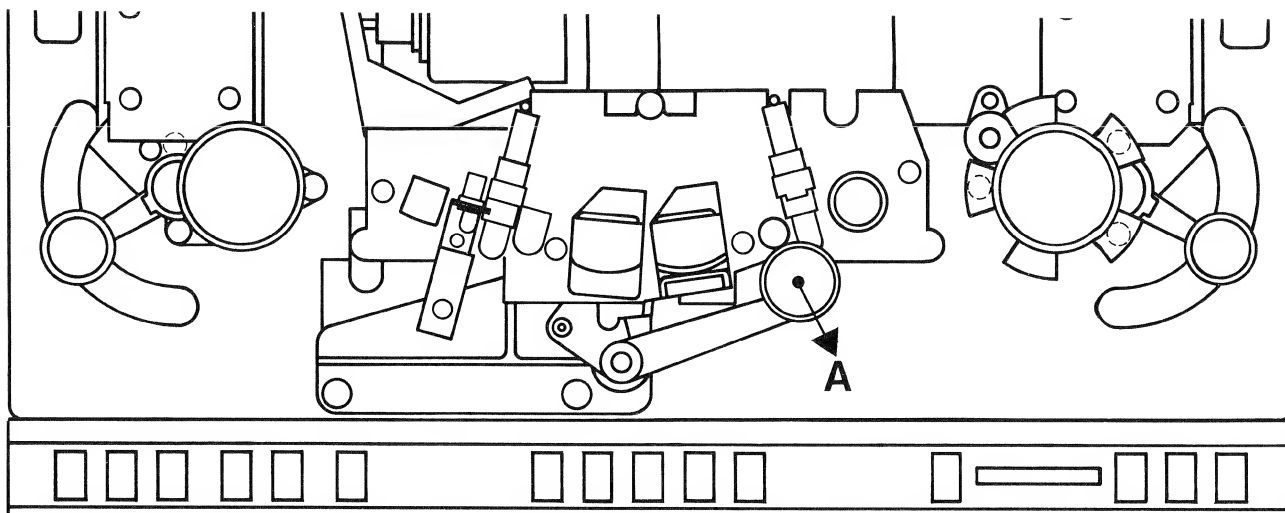

Fig. 3.3.—1
- An der Andruckrollen-Achse (Deckel von der Achse losschrauben) einen Nylonfaden einhängen und mit einer Federwaage in Richtung A (Fig. 3.3.—1) ziehen bis die Andruckrolle von der Tonwelle abhebt.